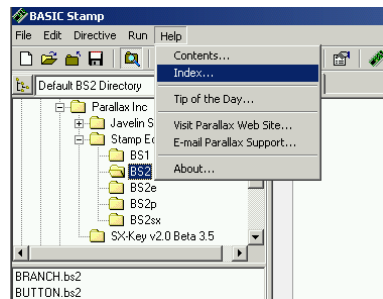

Figura 1-45
- √ Nell'Editor del BASIC Stamp, Clickare *Help*, quindi selezionare *Index* come mostrato in Figura 1-45.